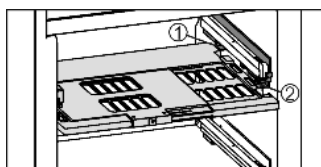

Fig. 9
- ▶ Założyć płytę regulacji wilgotności: Ramiona pokrywy płyty wprowadzić od dołu do tylnego uchwyty Fig. 9 (1) i zazębnić z przodu w uchwycie Fig. 9 (2).